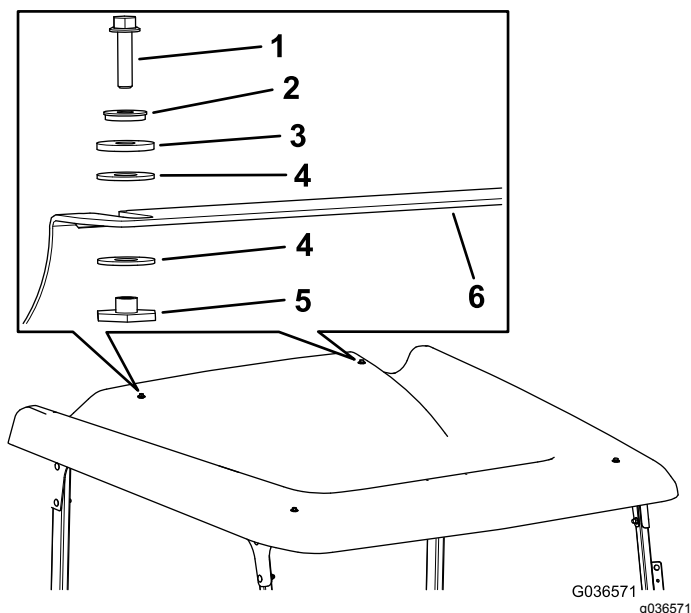

Figura 33
2. Montate il parasole sul collegamento trasversale posteriore utilizzando 2 bulloni esagonali flangiati (1/4 x 1"), 2 rondelle di tenuta, 2 rondelle di frizione, 4 rondelle di plastica e 2 boccole flangiate (Figura 33).